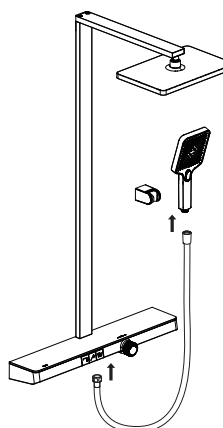

Abbildung 5
- c) Verbinden Sie den Schlauch mit der Thermostatbrausestange und schließen Sie am anderen Ende den Duschkopf an (Abbildung 5).